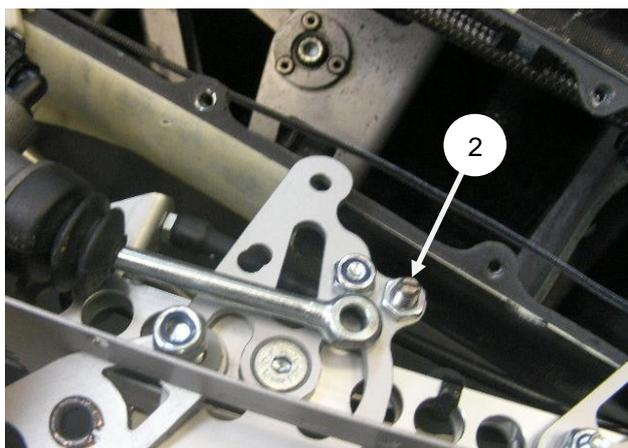

Abb. 5 – Turboschraube
- 11 Turboschraube montieren (Abb. 5, 2)